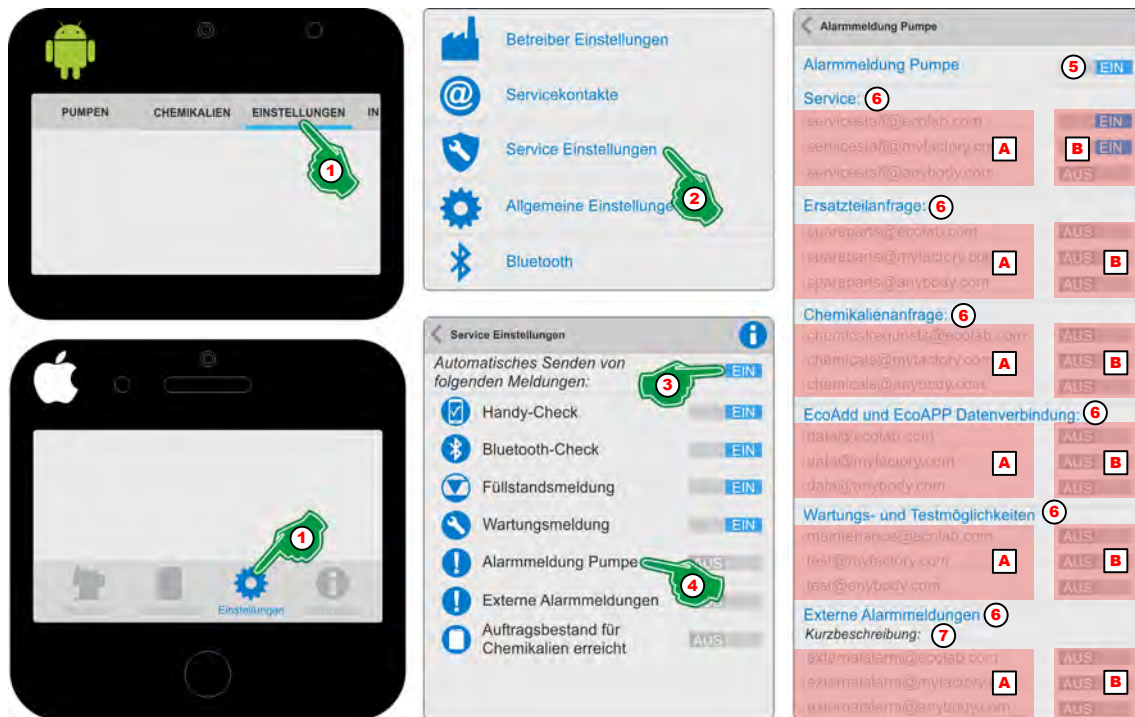

Abb. 10: „Alarm Pumpe“ !
1. ▶ [Einstellungen] (Abb. 10, Pos. 1) auswählen.
2. ▶ [Service Einstellungen] ! (Abb. 10, Pos. 2) auswählen.
3. ▶ „Automatisches Senden von folgenden Meldungen“ (Abb. 10, Pos. 3) **EIN** Schalten.
4. ▶ Das Symbol oder die Bezeichnung „Alarm Pumpe“ ! (Abb. 10, Pos. 4) auswählen.
5. ▶ „Alarm Pumpe“ (Abb. 10, Pos. 5) **EIN** Schalten.
6. ▶ Gewünschte Servicekontakte (Abb. 10, Pos. A) **EIN** (Abb. 10, Pos. B) Schalten.
7. ▶ Zur Anzeige von Fehlern bei Verwendung einer externen Steuerung (Abb. 10, Pos. 7) eine Kurzbeschreibung (Abb. 10, Pos. 8) zur Identifikation vergeben.